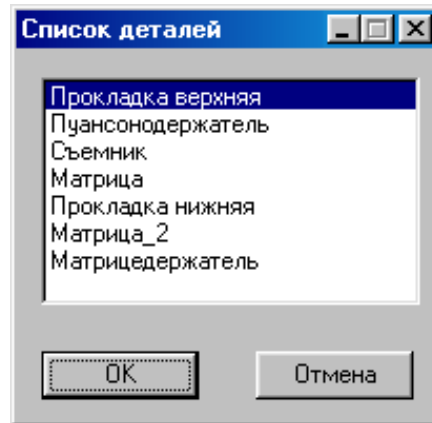

Рисунок 1.47 – Вікно списку деталей оригінального пакета
- уточнюється прив'язка пакета до осей штамп. На екрані висвітлюється список деталей пакета (рис. 1.47);